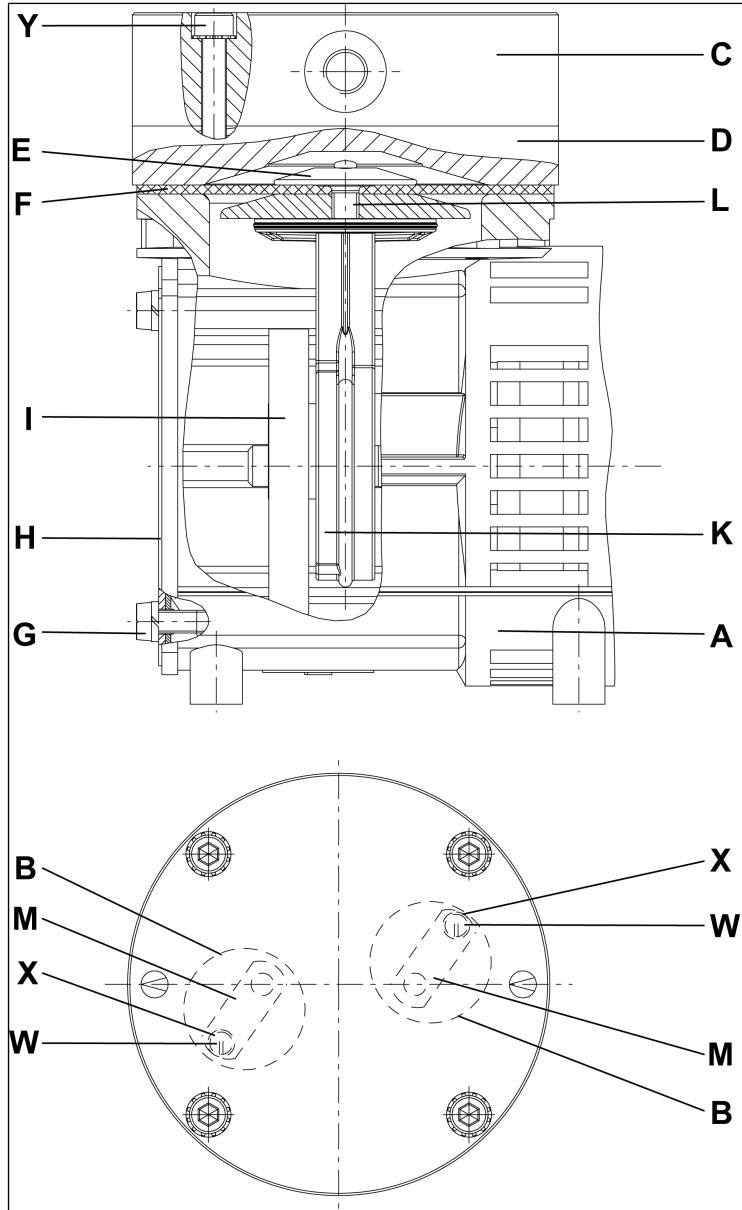

Abb. 7: Pumpenteile für Pumpentypen mit glatten Köpfen und Ventilfedern (Edelstahl, symbolisch)
\*\*Nach Abb. 7
**i** Die folgenden Positionsnummern beziehen sich auf Abb. 7).